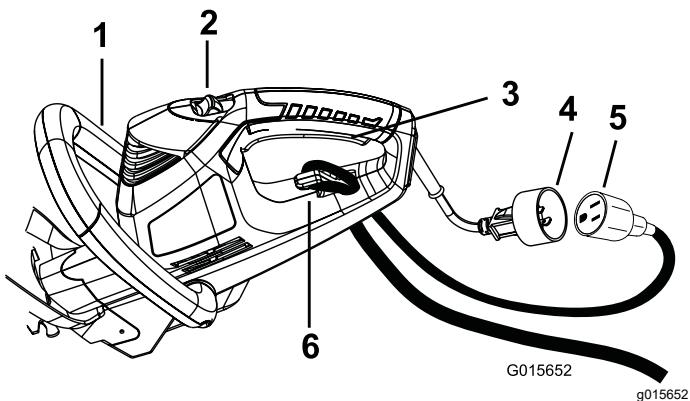

Figure 1
- Reliez l'appareil à la rallonge électrique (Figure 1).
- Fixez le cordon d'alimentation au taille-haie (Figure 1).
- Poussez le commutateur de verrouillage en arrière, vers vous, et serrez la poignée d'actionnement pour mettre le taille-haie en marche (Figure 1). Le taille-haie fonctionne tant que vous serrez la poignée d'actionnement. Vous pouvez relâcher le commutateur de verrouillage lorsque le taille-haie a démarré.
- Relâchez la gâchette (Figure 1).